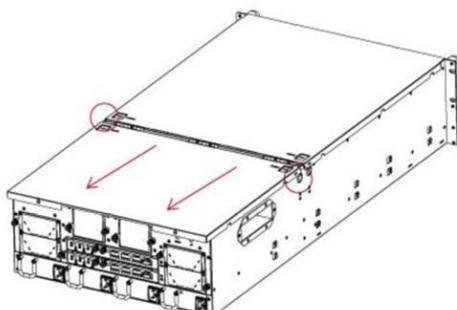

Рисунок 145 – Снятие задней верхней крышки
- 2) Сдвиньте заднюю крышку в направлении задней стенки корпуса, а затем снимите ее с корпуса модуля хранения (см. Рисунок 145).